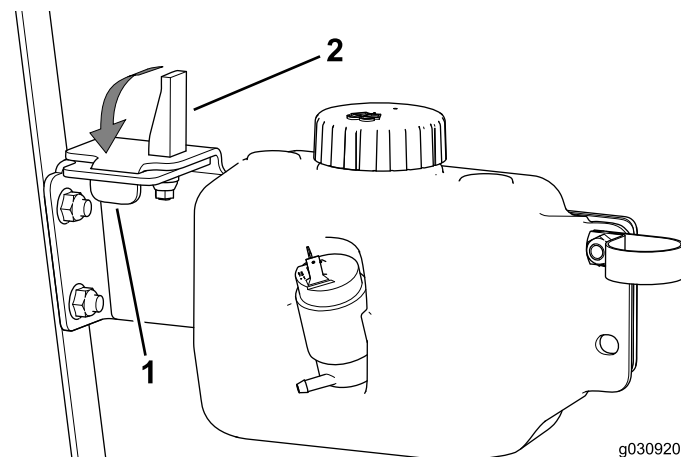

Figura 34
5. Introduzca la pestaña en la ranura y el casquillo del cierre de expansión en el orificio de la placa del depósito (Figura 34).
6. Mueva hacia abajo la palanca del cierre de expansión (Figura 34).